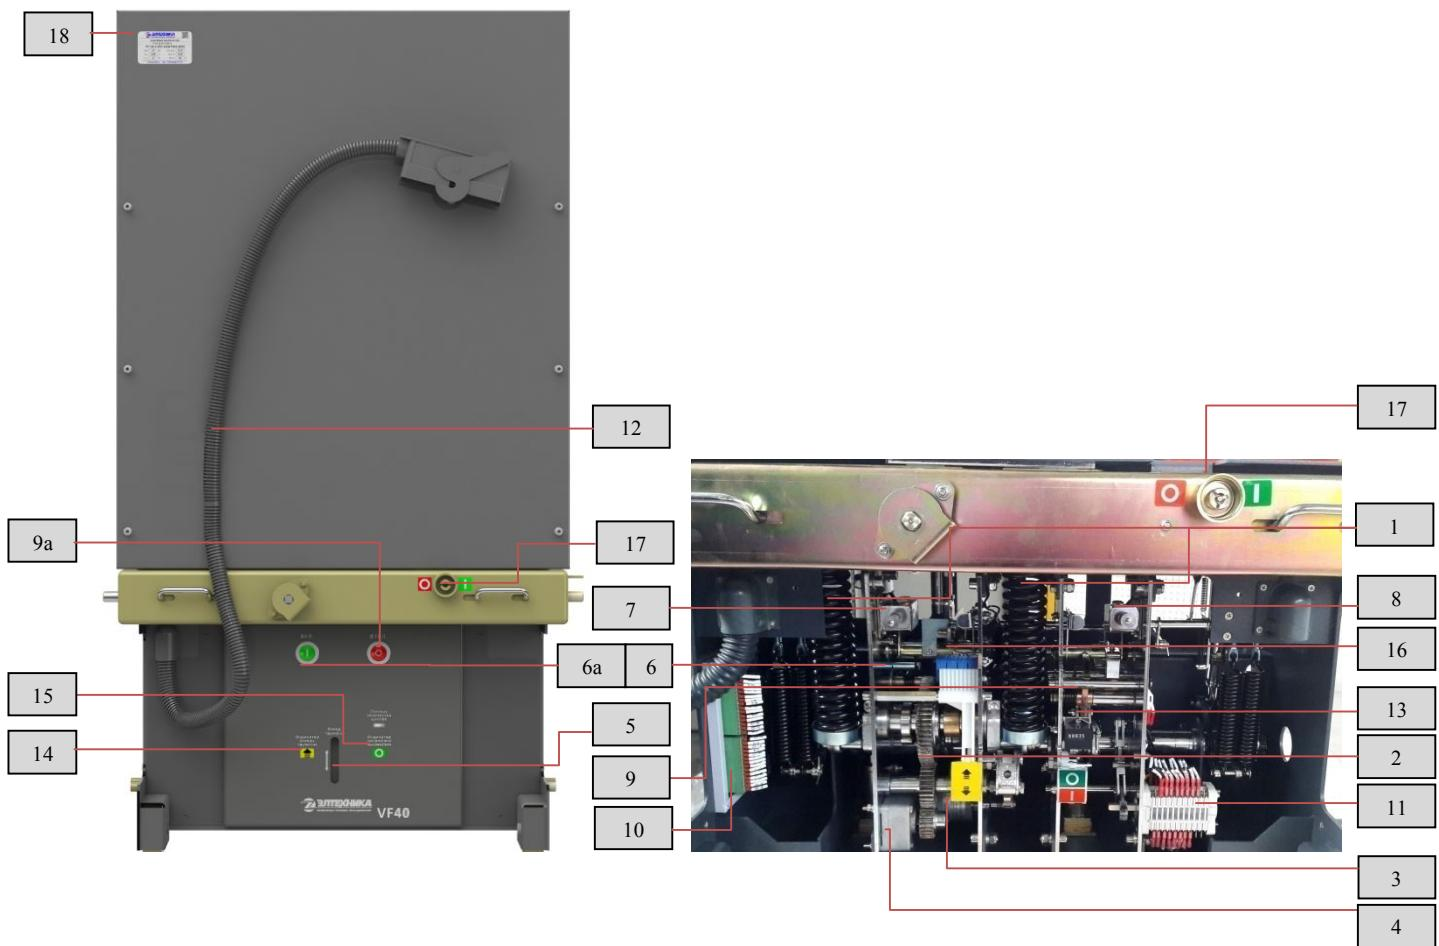
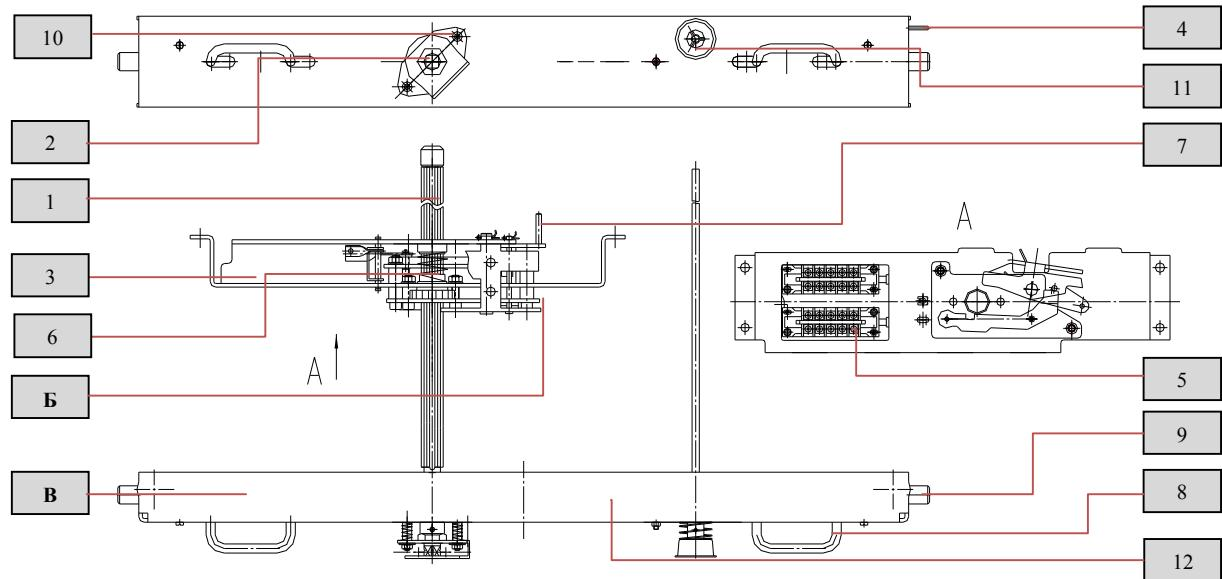
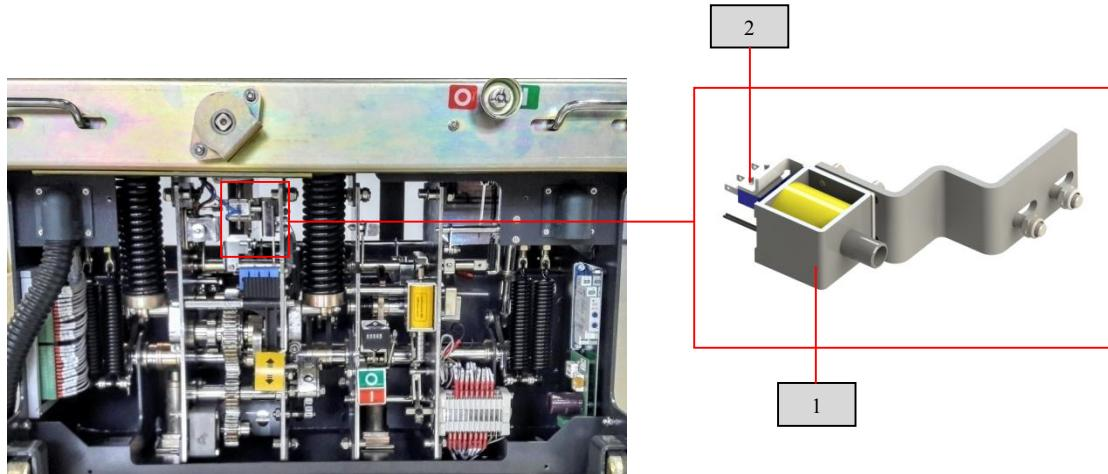

Рис. 3 Привод выключателя
Рис. 5 Тележка аппаратная
Рис. 6 Электромагнитная блокировка включения
Привод выключателя (рис. 3) представляет собой механизм, обеспечивающий размыкание и замыкание контактов ВДК с характеристиками, необходимыми для нормального функционирования выключателя.
Подвижные контакты ВДК всех трех полюсов главной цепи механически соединены с валом привода, который приводится в действие предварительно введенными (выведенной в растянутое состояние) силовыми пружинами (1). Взвод силовых пружин осуществляется через зубчатую передачу передачу (2): в нормальном режиме – при помощи электродвигателя (3) через редуктор (4); в случае отсутствия оперативного питания (например, при первом включении) – оперирование храповым механизмом при помощи установки рукоятки ручного взвода пружины (рис. 6) в гнездо (5).
Силовые пружины (1) удерживаются во введенном состоянии спусковым механизмом включения, который управляет электромагнитом включения (7) или кнопкой «Включение» (6а), или поворотом ключа оперирования рис.6 установленного в гнездо (17). При подаче команды на включение спусковой механизм включения (6) освобождает силовые пружины (1), которые переводят подвижные контакты ВДК во включенное положение, одновременно растягивая отключающие пружины привода (расположены снизу полюсов главной цепи) для подготовки привода к операции отключения, и довзводится (при наличии питания электродвигателя взвода пружины (3) для обеспечения возможности цикла О–ВО.
Тележка аппаратная (рис. 5) состоит из подвижной части (Б), к которой крепится выключатель при помощи 4 болтовых соединений М10, и неподвижной (В), являющейся опорой привода подвижной части. Перемещение подвижной части относительно неподвижной осуществляется посредством винта (1) при помощи рукоятки оперирования выкатным элементом (рис. 6), которая устанавливается в гнездо (2).
1.4.1.5.1. Механическая блокировка перемещения выкатного элемента (10) при открытой двери ячейки препятствует установке рукоятки оперирования выкатным элементом в гнездо (2) (рис. 5).
1.4.1.5.2. Внешняя механическая блокировка (4) расположена на правой боковой стенке неподвижной части тележки аппаратной и предназначена для обеспечения двусторонней механической связи с заземлителем и другими коммутационными аппаратами ячейки (рис. 5). Нажимная планка блокировки заземлителя (4) управляет шторкой гнезда оперирования заземлителем, разрешая оперирование им только в контрольном (выключенном) положении выключателя. С другой стороны, механизм заземлителя воздействует на планку (4) и блокирует винт привода тележки (1), при включенном заземлителе (рис. 5).
1.4.1.5.3. Механическая блокировка включения выключателя (7) запрещает перемещение подвижной части (Б) тележки аппаратной из фиксированного положения (рабочего или контрольного) при включенном выключателе, а также блокирует включение выключателя в промежуточном положении подвижной части (Б) тележки аппаратной (рис. 5).
1.4.1.5.4. Блокировка от повторного включения препятствует подаче команды на повторное включение выключателя во включенном положении. В выключателе реализованы две блокировки от повторного включения: электрическая и механическая. Электрическая блокировка реализована на плате управления X1 (10) (рис. 3) в схеме цепей управления выключателем (Приложение 2). Она препятствует подаче команды на электромагнит включения в дистанционном режиме. Механическая блокировка препятствует непосредственному воздействию на спусковой
1.4.1.5.6. Электромагнитная блокировка включения (рис.6) предназначена для блокировки кнопки "Включение" и соленоида включения. При отсутствии напряжения шток соленоида блокировки включения (1) блокирует кнопку " Включение", а микропереключатель (2) разрывает цепь включения выключателя.
Блок-контакты выключателя (11) (рис. 3) и блок-контакты силовой пружины (16) расположены на приводе выключателя. Блок-контакты тележки аппаратной (5) (рис. 5) расположены на подвижной части (Б) тележки аппаратной.